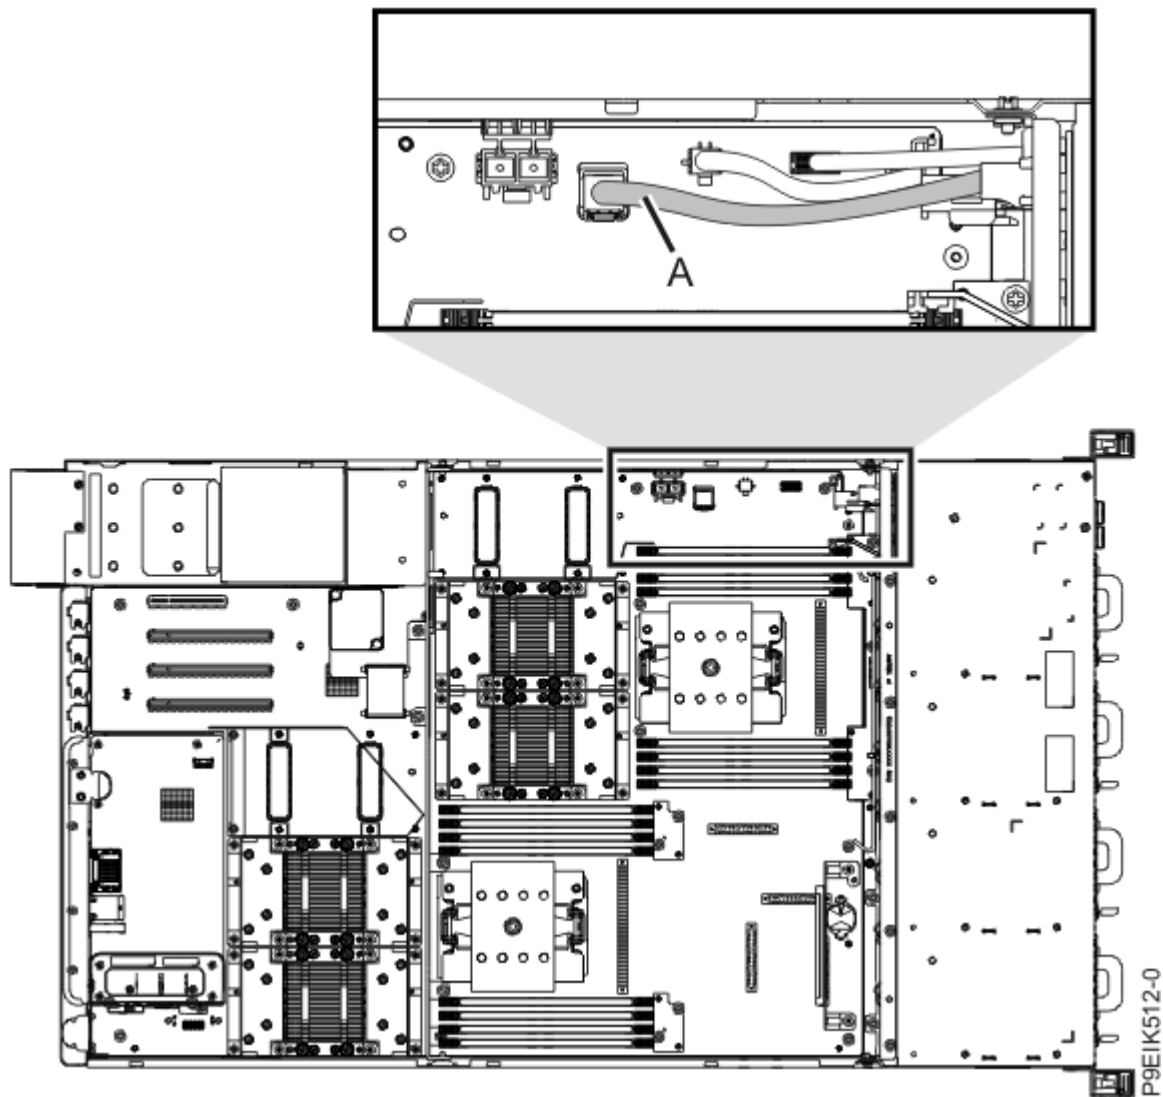

Figure 76. Emplacement du câble d'interface des ventilateurs et des disques et des connecteurs
- Voir Figure 76, à la page 82.